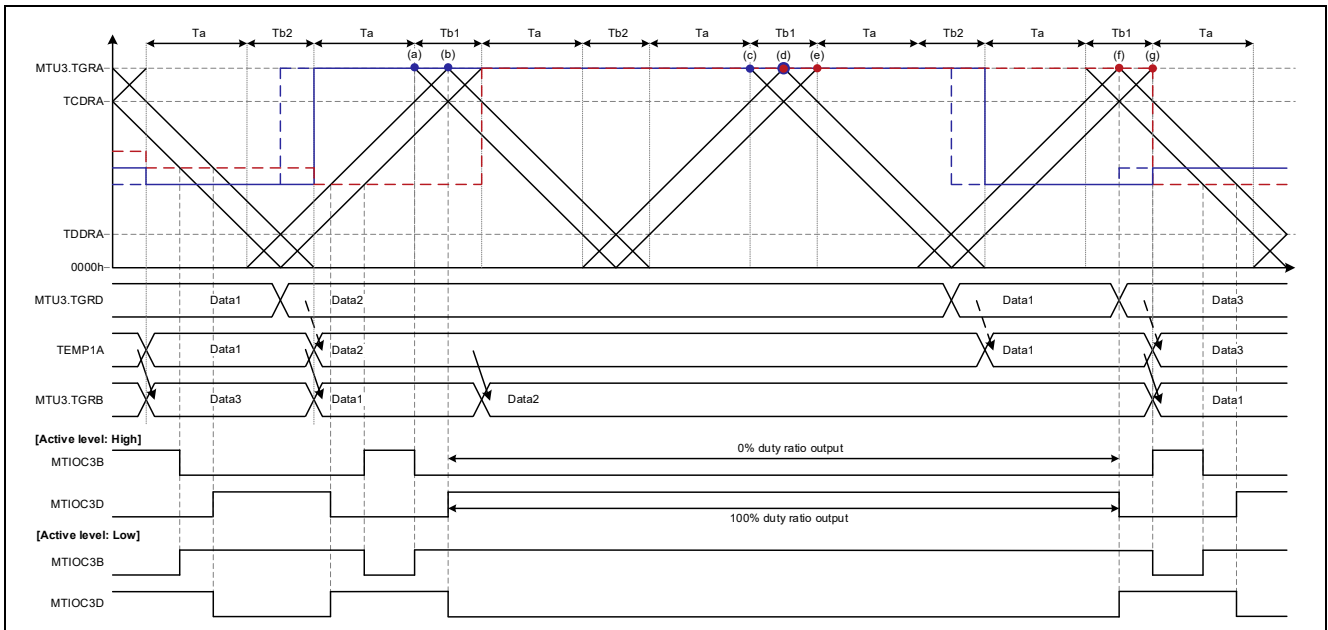

図 1-9 相補 PWM モード 3 の動作例
- 動作例 7 : 図 1-9 相補 PWM モード 3 出力開始 : 山 Tb 区間書き換え
相補 PWM モード 3 は、カウンタの山のときから 0% を出力することができます。図 1-9 に相補 PWM モード 3 で Tb 区間にバッファ書き換えを行う場合の動作例を示します。